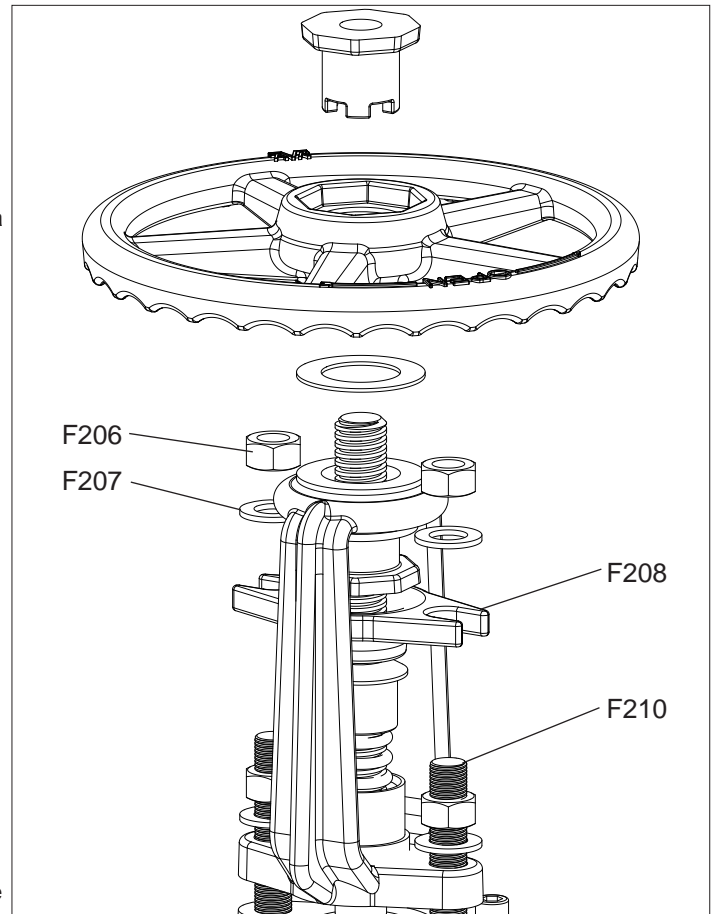

Fig. 7A
1. Retire las dos tuercas de yugo / glandula superiores (F206) y las arandelas asociadas (F207). Levante el seguidor de glándula (F208) hacia arriba de los Espárragos (F210). (Ver Fig. 7A). Levante el casquillo (F209) para acceder a los tres o-rings del sello del vástago (F211)